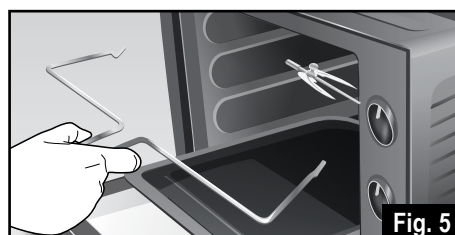

Fig. 5
- El horno se detiene automáticamente cuando termina el tiempo de cocción configurado o cuando el pomo (I) se coloca en posición "0". En ambos casos, el testigo (L) se apaga.
- Desconectar el enchufe de la toma de corriente, abrir completamente la puerta y, ayudándose con el pincho (N), levantar la espada del lado del soporte izquierdo y luego extraer el otro extremo del eje motor (Fig. 5).